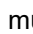

Rysunek 8
Wyregulować nachylenie (np. 1%) obu nakrętek (3) na zewnątrz TAS-DP. → **Rysunek 8**